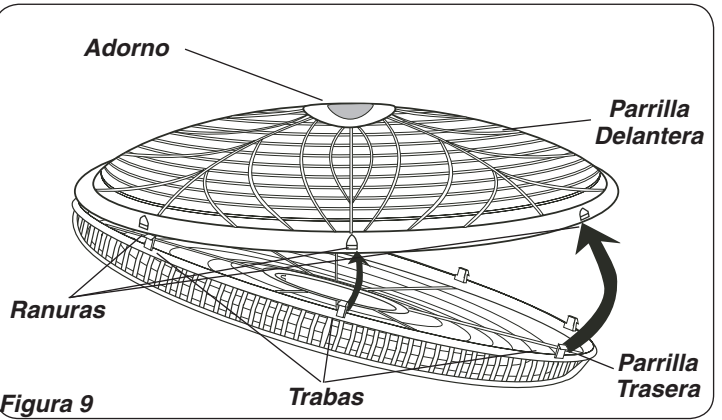

Figura 9
5. Con el cabezal del ventilador en posición vertical, alinee el **Adorno** de la **Parrilla Delantera** de modo que quede horizontal y con el lado debido hacia arriba. Empiece en la parte superior de la parrilla y siga hacia abajo, insertando las **Trabas** de la **Parrilla Trasera** en las **Ranuras** de la **Parrilla Delantera**. (**Figura 9**)